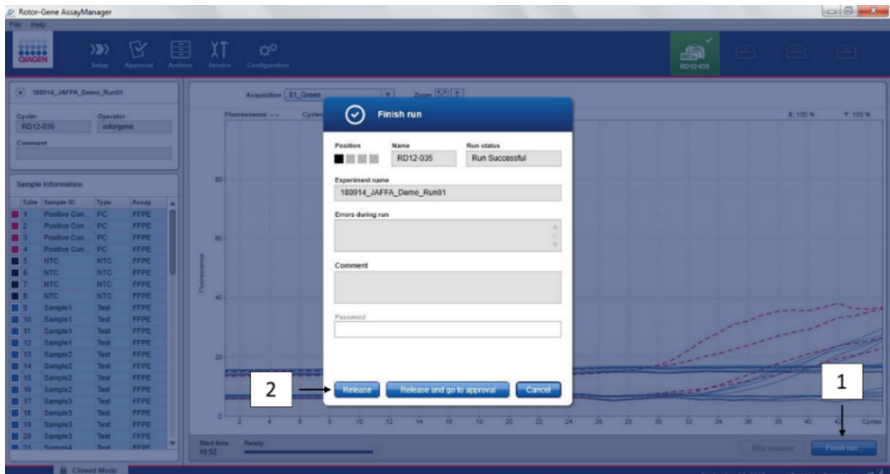

Abbildung 15. Abschließen des Laufs. Beenden (1) und geben Sie den Lauf frei (2).
32. Klicken Sie nach Abschluss des Laufs auf **Finish run** (Lauf beenden) (Abbildung 15).